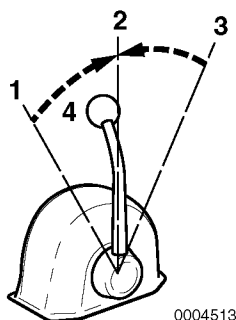

Abbildung 2
Verwenden Sie den Gashebel (**Abbildung 2, (4)**) zur Steuerung von Beschleunigung und Abbremsung. Hebel langsam bewegen.
2. Bringen Sie beim Wechsel mit dem Hebel zwischen VORWÄRTS (**Abbildung 2, (1 oder 3)**) und RÜCKWÄRTS (**Abbildung 2, (3 oder 1)**) die Kupplung auf die Position NEUTRAL (**Abbildung 2, (2)**) und warten Sie etwas, bevor Sie langsam in die gewünschte Stellung schalten. NIEMALS abrupt von VORWÄRTS auf RÜCKWÄRTS oder umgekehrt schalten.